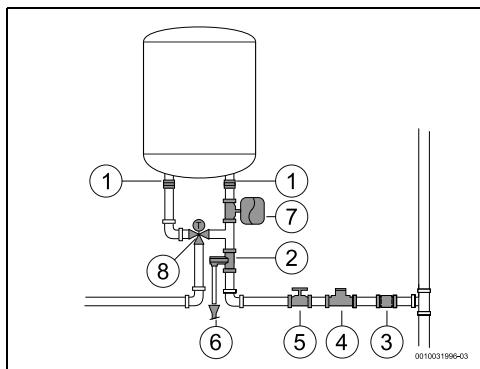

Fig. 9
- Si raccomanda di installare una valvola termostatica (fig. 9, [8]) sul tubo di uscita dell'apparecchio, se si utilizzano tubi PEX. Tali tubi devono essere adeguati alle performance del materiale utilizzato.
- ▶ Non installare mai accessori (diversi da quelli illustrati in fig. 9) tra la valvola di sicurezza e l'ingresso acqua sanitaria (lato destro) dell'apparecchio.
- ▶ installare un riduttore di pressione (fig. 9, [4]). La valvola di sicurezza si attiva quando la pressione dell'acqua nell'apparecchio è superiore a 8 bar (± 1 bar), pertanto è necessario prevedere una soluzione per scaricare l'acqua.
- ▶ installare un vaso d'espansione (fig. 9, [7]) per evitare che la valvola di sicurezza si apra spesso. Il volume del vaso d'espansione deve essere pari al 5% del volume dell'apparecchio.